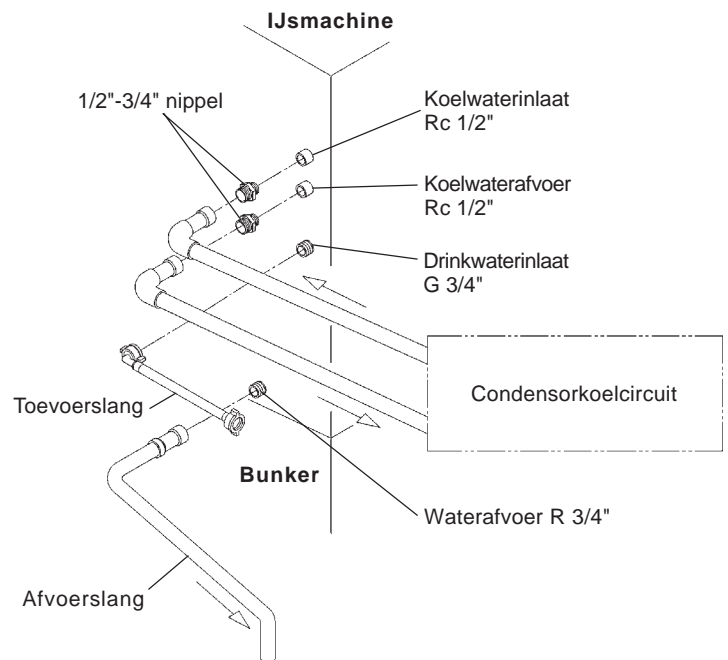

Fig. 9
### [a] Standaardaansluitingen volgens WRC-voorschriften in het Verenigd Koninkrijk (fig. 9 en 10)
3) Draai de flexibele grijze afvoerslang (accessoire) handvast aan op de R 3/4" aansluiting aan de achterkant van de ijsmachine zoals aangegeven in fig. 9. Zorg er daarbij voor dat de rubber afdichtring goed is aangebracht voor een lekvrije aansluiting. Deze slang kan zo nodig op lengte worden gesneden voor een passende aansluiting op de hoofdafvoer.
5) Sluit het condensorkoelcircuit aan op het vrije uiteinde van de 1/2"-3/4" nippels zoals aangegeven in fig. 9 met een geschikte starre pijp. Voor een lekvrije verbinding moet PTFE-tape en/of een geschikte afdichtingspasta worden gebruikt.